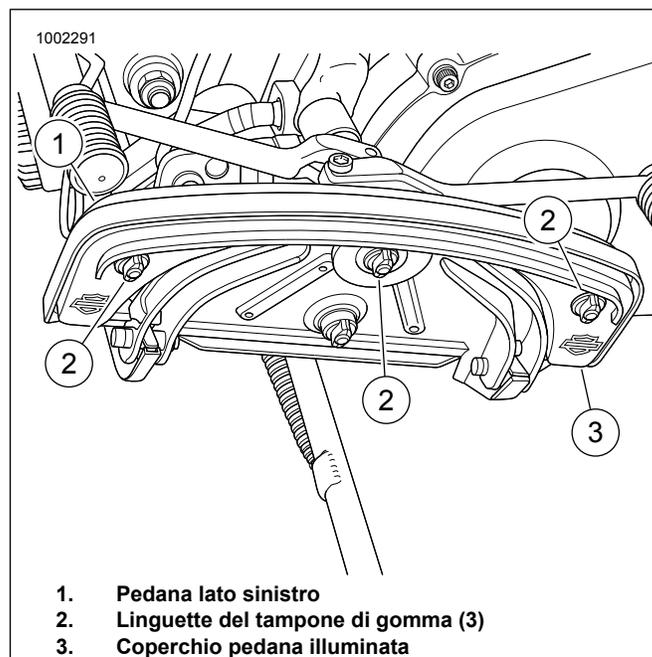

Figura 1. Installazione del coperchio per pedana illuminata
1. Vedere Figura 1. Iniziando con la pedana di sinistra (1), inclina la pedana in posizione sollevata per avere accesso al fondo della pedana.
2. Usando un detergente per finestre, spruzzare le tre linguette del tampone di gomma (2) che si estendono dal fondo della pedana.
3. Iniziando dal foro centrale, applicare una pressione verso l'alto sull'alloggiamento della luce (3) e con delle pinze, tirare verso il basso la linguetta del tampone di gomma fino a quando la luce si trova sopra la linguetta. Ripetere per le linguette del lato destro e sinistro.